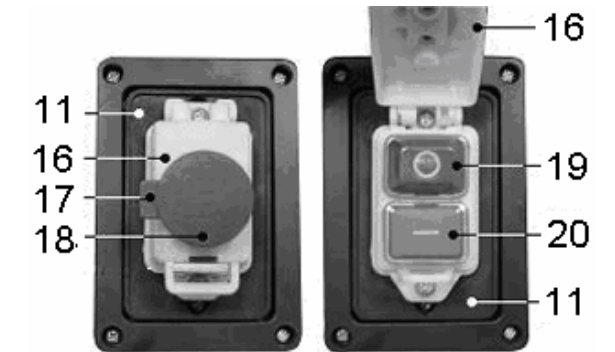

Рис.11
9.1 Действие магнитного пускателя, Рис. 11
ВНИМАНИЕ: Перед включением вилки шнура пылесоса в розетку электросети всегда нужно удостовериться, что магнитный пускатель (11), Рис.11, находится в исправном состоянии.